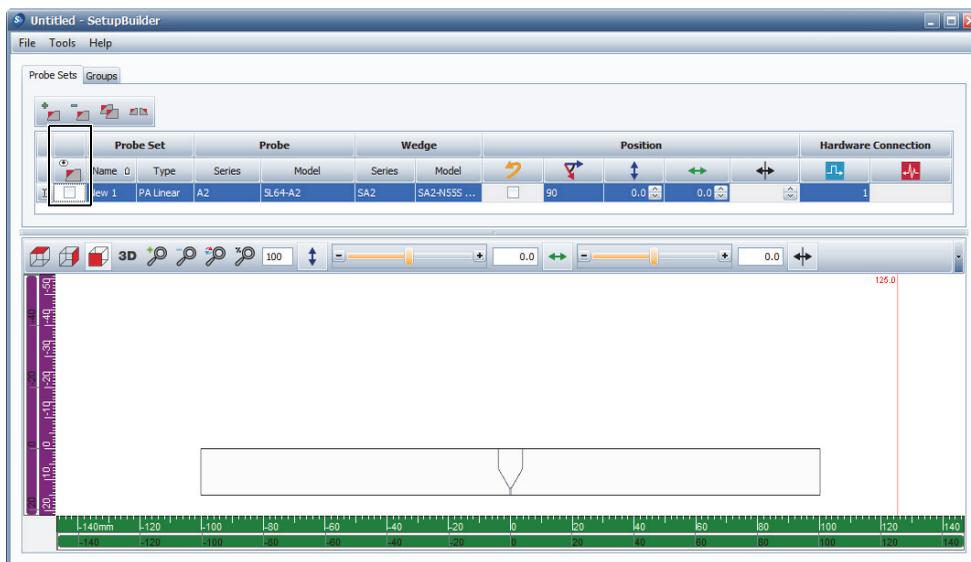

Рис. 9-8 Флажок Visibility (Видимость) снят во вкладке Probe Sets
- Для скрытия ПЭП-призмы и всех связанных с ней групп в окне RayTracing, снимите флажок **Visible** (👁️) [см. Рис. 9-8 на стр. 103].